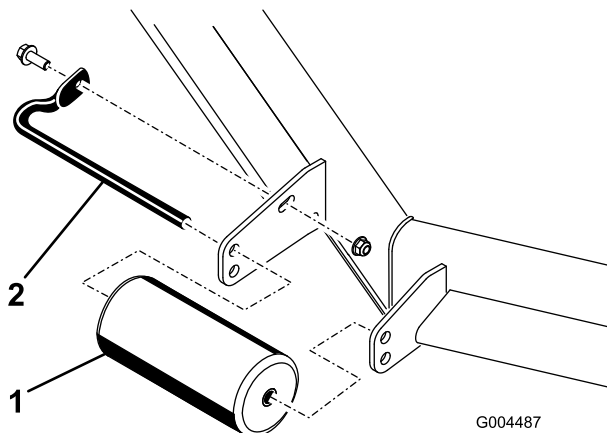

図 10
4. デッキのローラを固定しているボルトナット類を外して、ローラの高さを調整する使用するデッキのタイプに合わせて 図 10 から 図 14 を参照。